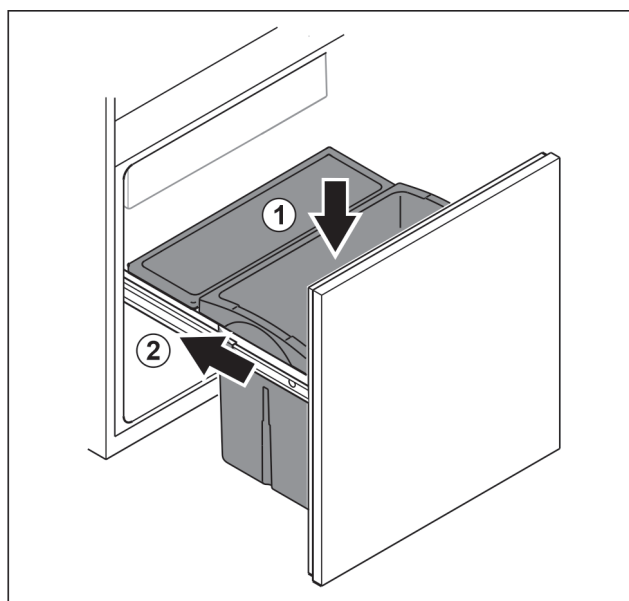

Fig. 103
- Sätt in utdragslåda uppifrån. Fig. 103 (1)
- Skjut in utdragsvagn. Fig. 103 (2)